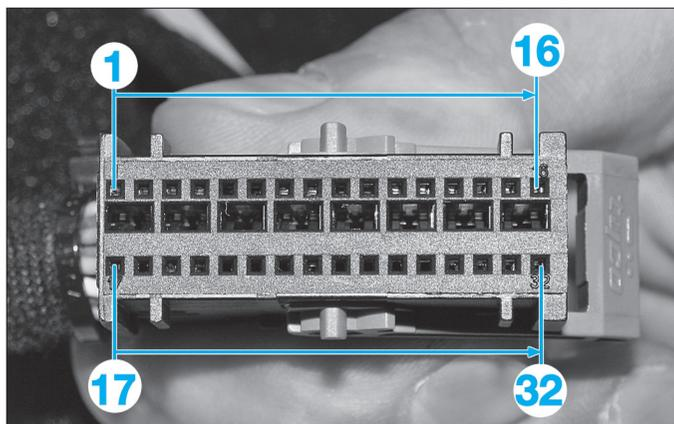

Fig. 2
**Affectation du connecteur 32 voies noir (Fig.2)**